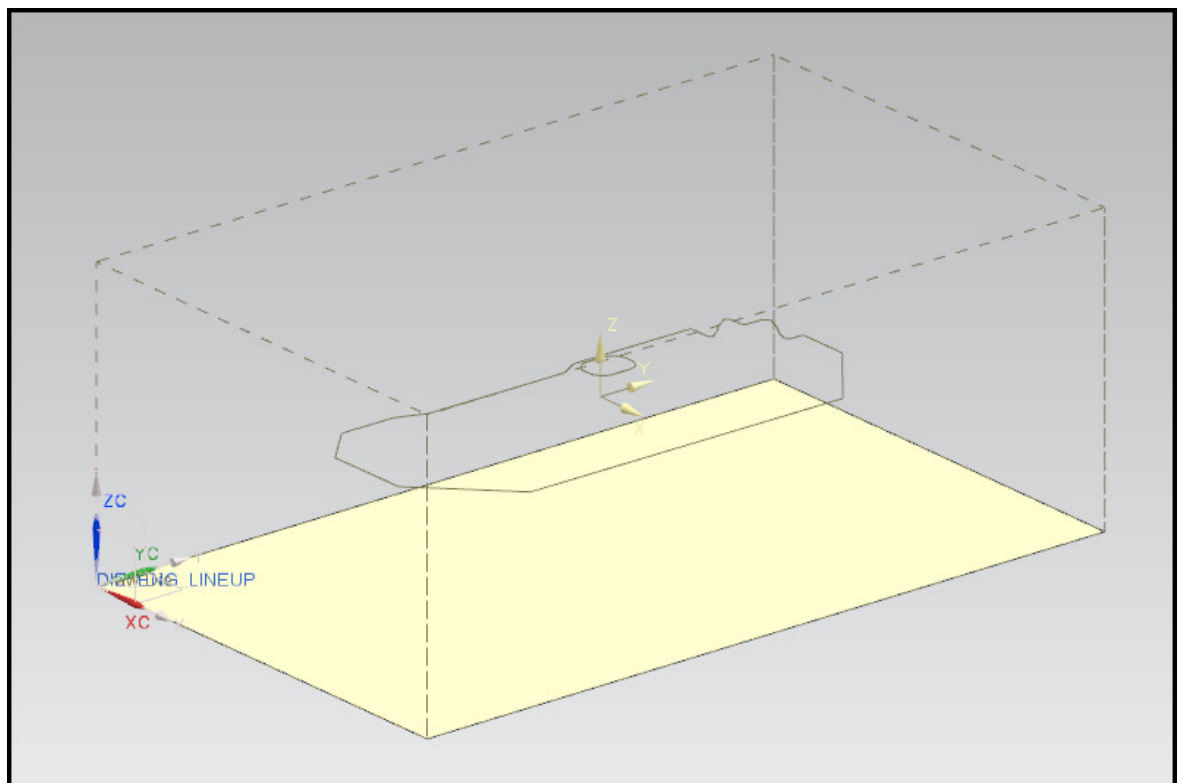

Рис. 7.8. Ориентация детали на операции вытяжки
- Нажмите **ОК**. В окне **Ориентация детали** нажмите кнопку **Свойства объекта** и укажите слой 10. Нажмите **ОК**. В итоге должен быть создан контур детали на операции вытяжки (рис. 7.8).